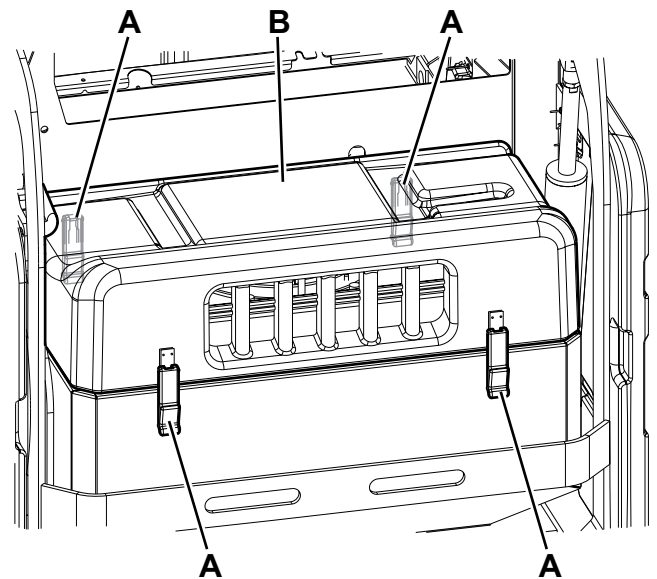

Figure 13
1. Amener la machine sur un sol plat, serrer le frein de stationnement et tourner la clé de contact (61) sur « 0 ».
2. Ouvrir le coffre du logement batteries (18) avec la poignée (41) et le fixer au moyen de la tige de sécurité (52), puis débrancher le connecteur des batteries (45).
3. Débrancher le connecteur du moteur d'aspiration (53).
4. Dégager les dispositifs de retenue (A, Fig. 13) et enlever le coffre du système d'aspiration (B).